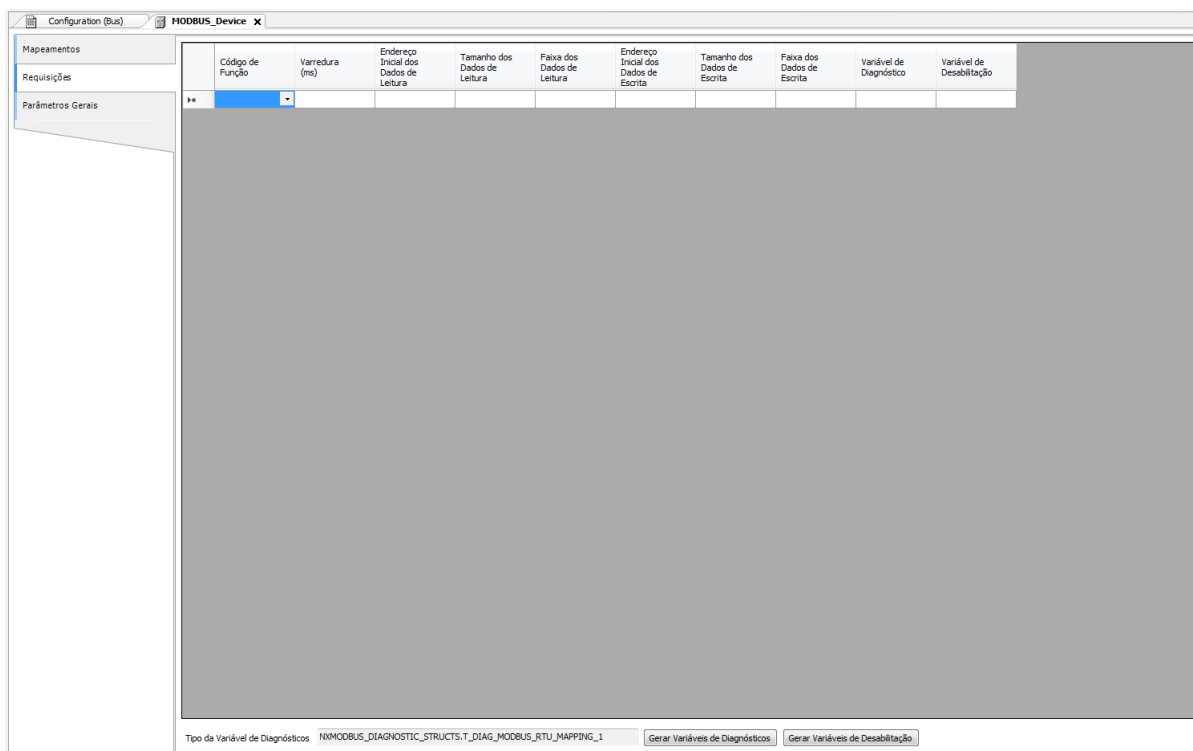

Figura 56: Tela de Requisições de dados MODBUS Mestre
- Adicionar e configurar as requisições MODBUS como apresentado na Figura 56, especificando a função, o tempo de varredura da requisição, o endereço inicial (leitura/escrita), o tamanho dos dados (Leitura/Escrita) e gerar as variáveis de diagnóstico e desabilitação das requisições através dos botões na parte inferior da janela.